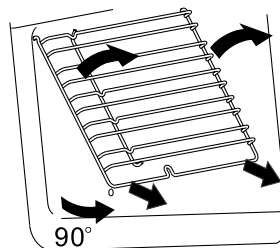

图 4
- ① 使用十字螺丝刀，拧下烤箱壁底部的1个螺钉，
- ② 将挂架抬起至约90°角，并将挂架从烤箱缓慢拉出。（图4）